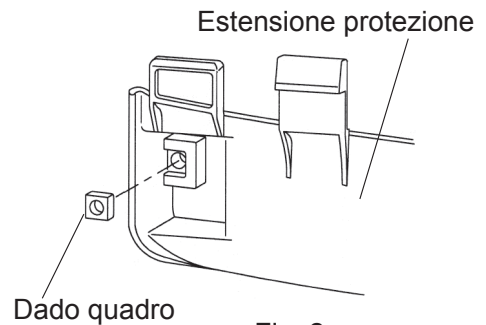
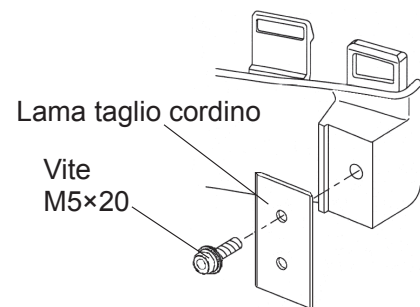

Fig. 2
Fig. 3
1. Inserire il dado quadro nell'estensione della protezione come indicato in Fig. 2.
2. Applicare la lama di taglio del filo all'estensione della protezione usando la vite M5×20, bloccandola col dado quadro (in Fig. 2) come indicato in Fig. 3.